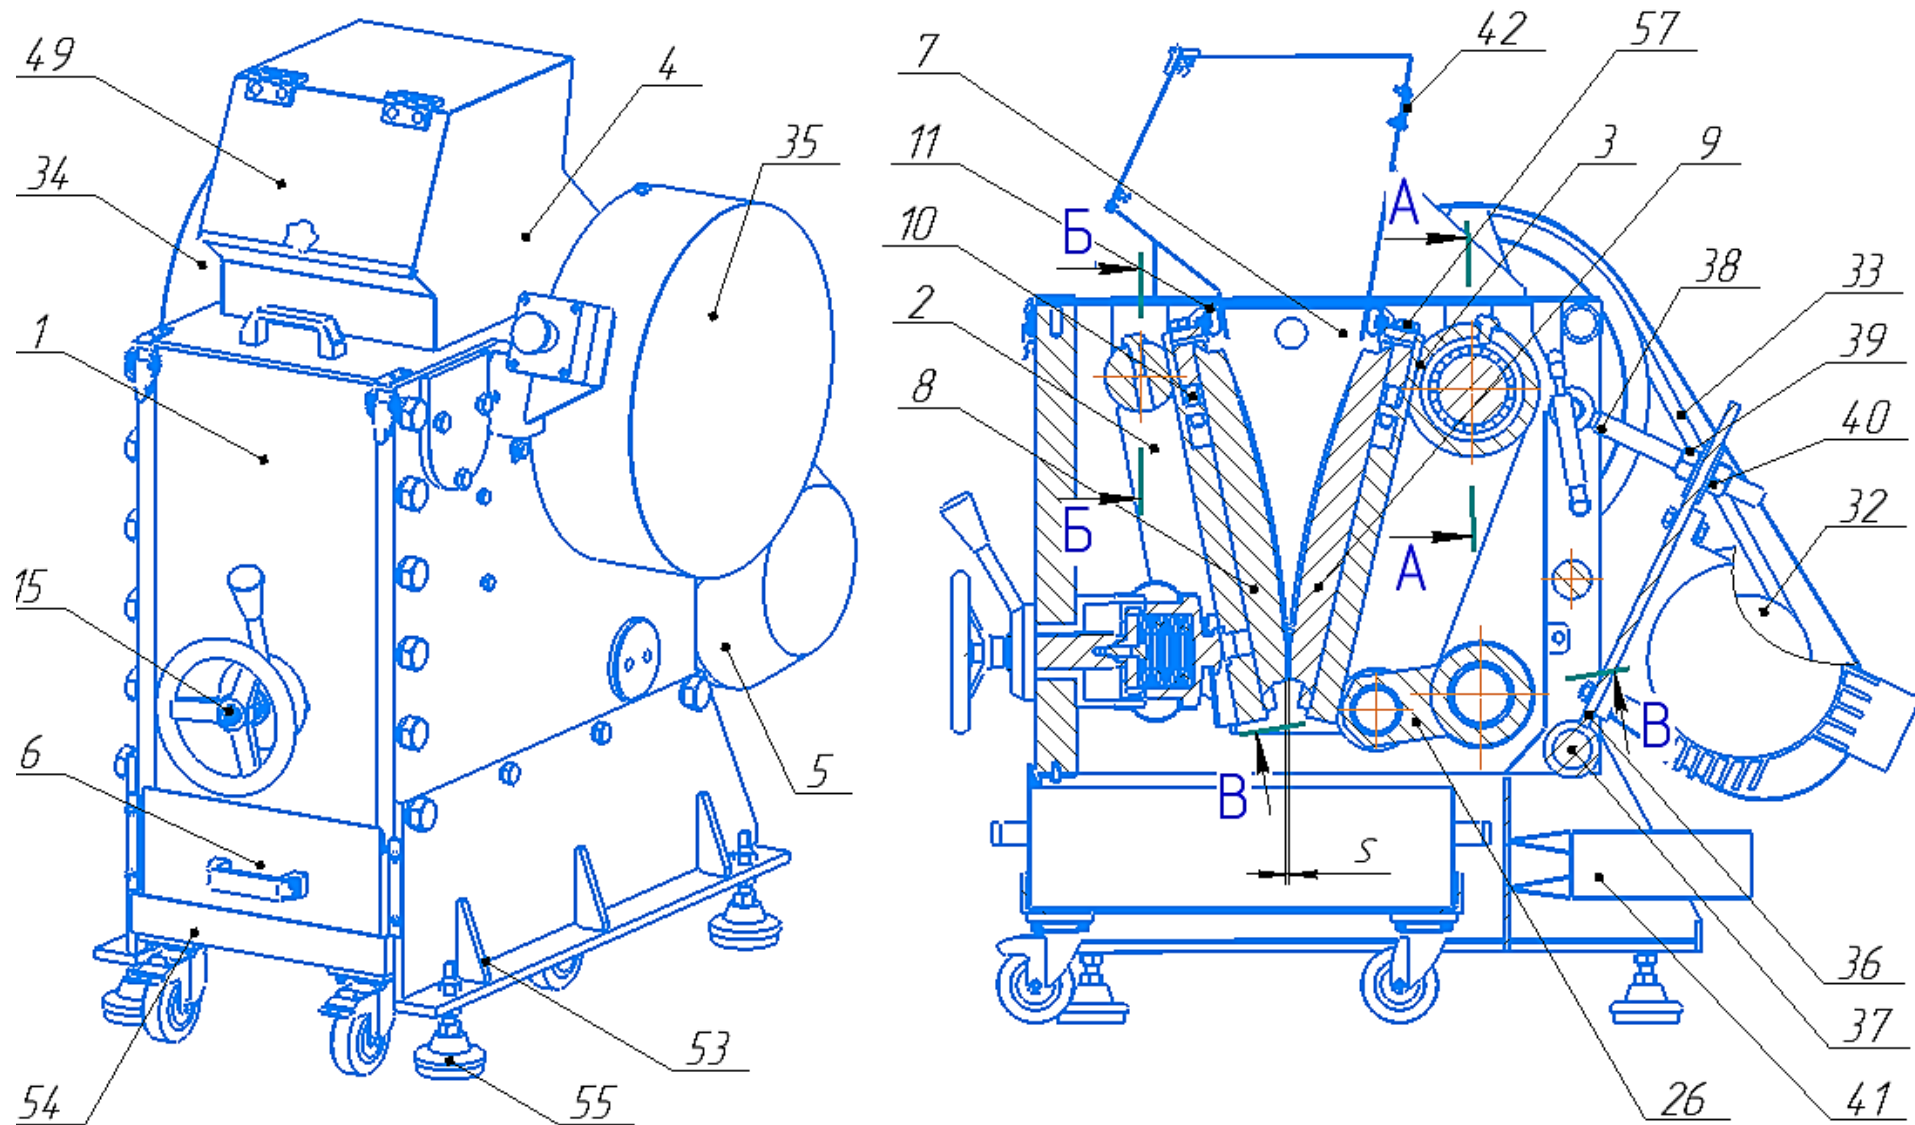

Рис. 1 Общий вид ЩД 15
- открутить контргайки 40 (Рис. 1);